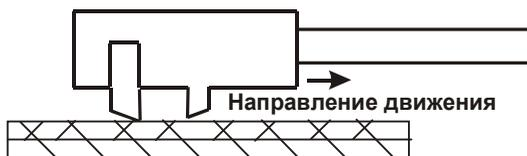

Рисунок 3
3.2. Поставить ручку протектором на покрытие, поджать через протектор резак к покрытию, и с достаточно сильным нажимом провести резак по покрытию на расстояние примерно 25 мм, прорезая покрытие до металла (рис. 3).